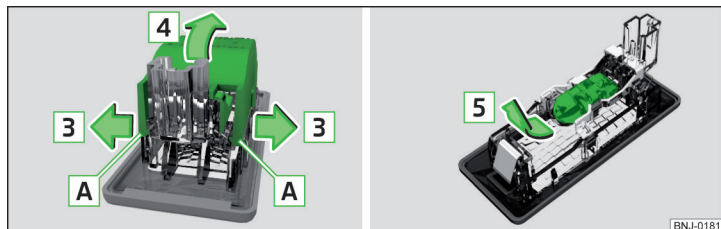

Fig. 217 Demontarea capacului de protecție / înlocuirea becului
- Desfaceți capacul de protecție lămpii în zona [A], precum și în sensul săgeții [3] » fig. 217.